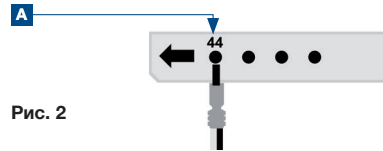

Рис. 2
- 08 Кабель (черный/белый) вставить в кабельный штекерный разъем XE1 (**рисунок 2**)